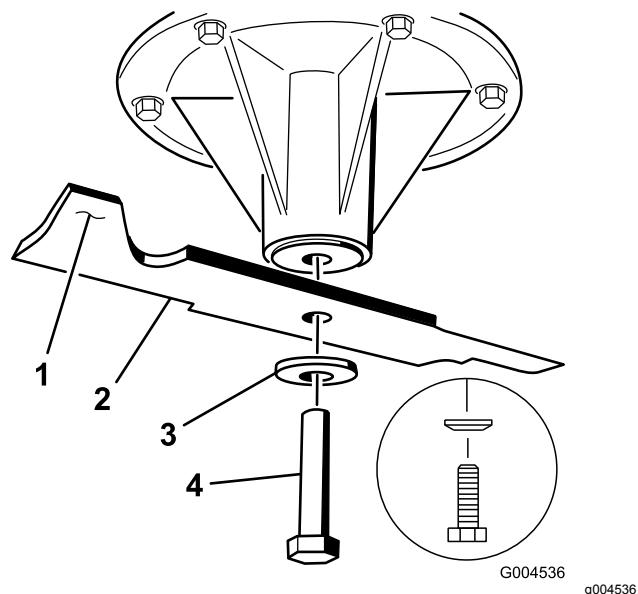

Рисунок 74
2. Отверните болт ножа, снимите изогнутую шайбу и нож с вала шпинделя (Рисунок 74).